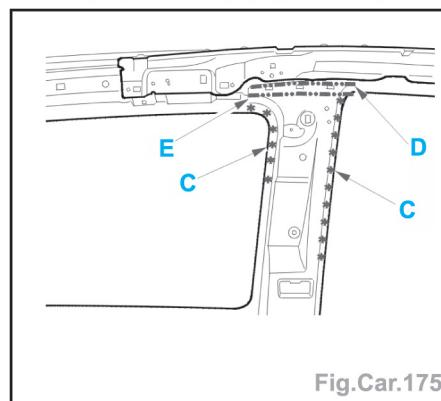

Fig.Car.175
- Dépointer par fraisage des points (suivant C) et meuler les cordons soudo-brassage (suivant D) (Fig.Car.175).